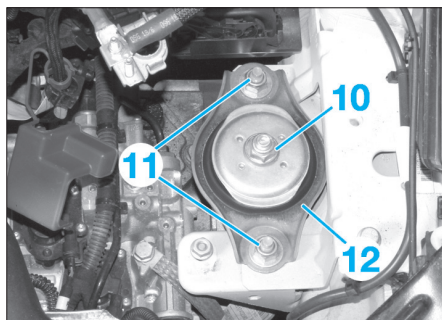

Fig. 7
- Déposer les écrous (10) et (11) (Fig.7).